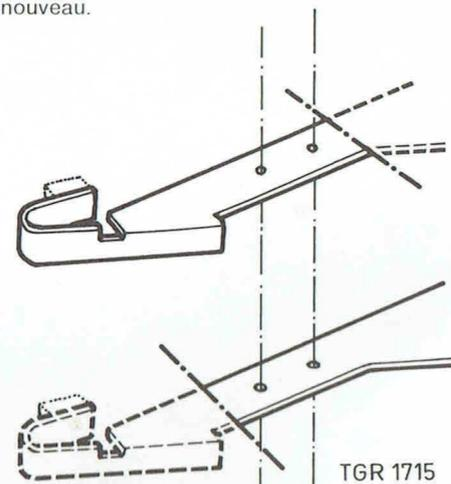

Fig. 4
### X. - Remplacement du ressort de frein rep. 81 (fig. 4).
- Découper les ressorts de freinage ancien et nouveau, comme l'indique la figure 4.